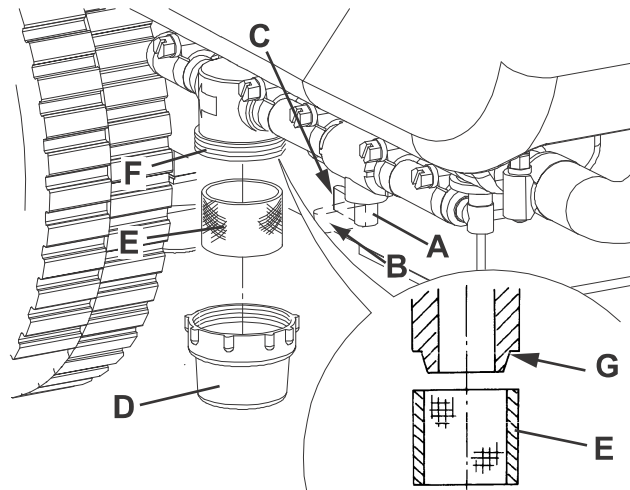

Abbildung 9
3. Das Reinigungslösungsventil (A, Abb. 9) schließen. Das Ventil befindet sich unter dem Gerät hinter dem linken Hinterrad. Das Ventil (A) ist geschlossen, wenn es sich gegenüber der Leitung in Stellung (B) befindet. In Stellung (C) ist es geöffnet.
4. Durchsichtigen Deckel (D) abnehmen und Siebfilter (E) entfernen. Es reinigen und in den Halter (F) anbringen.